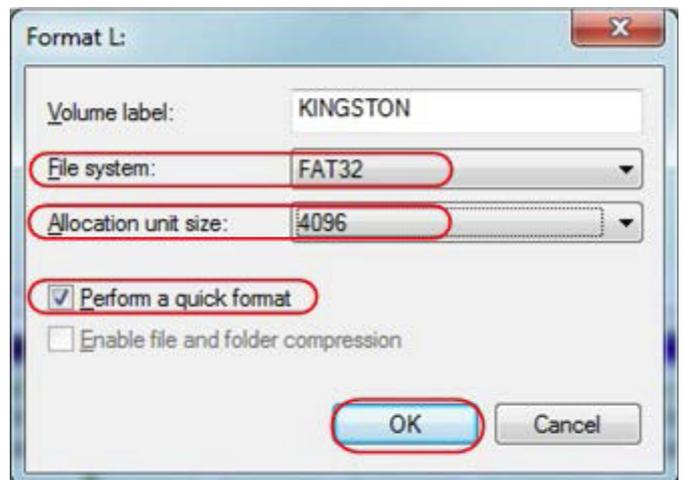

Рисунок 19. Настройки форматирования USB-диска
- 5) В открывшемся диалоговом окне выберите файловую систему FAT32, установите размер единичного блока выделения на значение 4096, установите галочку на опции «Быстрое форматирование» (Perform a quick format). Нажмите кнопку OK и в открывшемся диалоговом окне щелкните по кнопке «Да» (Yes) (рисунок 19).